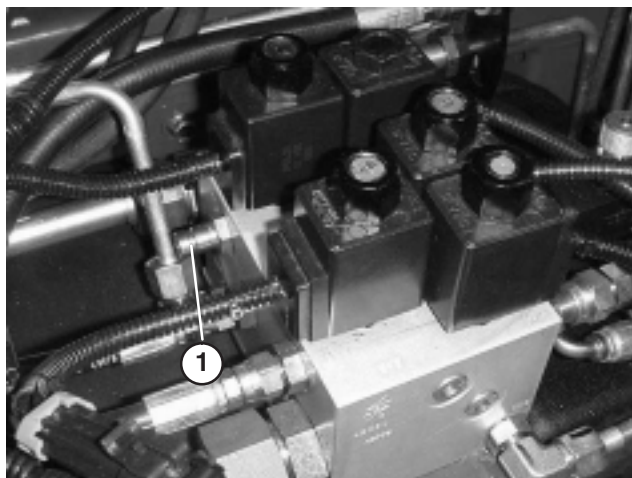

Figure 59
1. La prise d'essai "A" (Fig. 59) est utilisée dans les contrôles de dépannage du circuit hydraulique des vérins de levage.